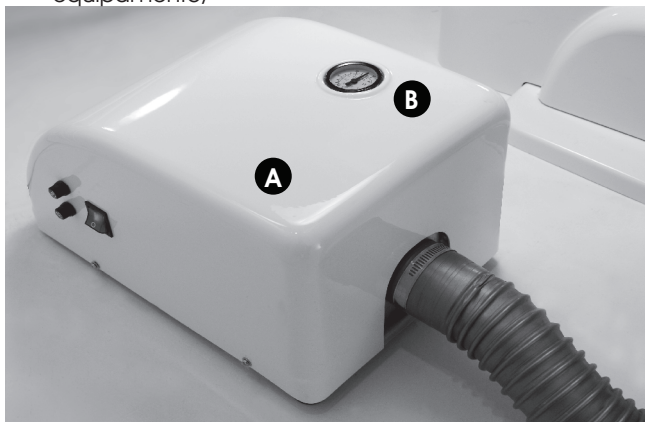

Fig.11
- A Caixa de Comando** - A caixa de comando abriga as várias conexões do equipamento, hidráulica, pneumática, elétrica e de drenagem (esgoto), além de outros componentes como filtros de água e ar, fusíveis, transformador, etc. É revestida por uma carenagem plástica de acabamento (Fig.11);
- B Manômetro Geral** - Exibe a pressão do ar proveniente do compressor, também está localizado na caixa de comando e pode ser visualizado na parte superior da mesma (Fig. 11);
- D Chave Geral** - A chave geral localizada na lateral da caixa de comando (Fig.11), é responsável pelo funcionamento do equipamento como um todo, se estiver desligada, a parte elétrica não funcionará, ao final do dia deve ser desligada para proteger o equipamento de qualquer possível problema elétrico;